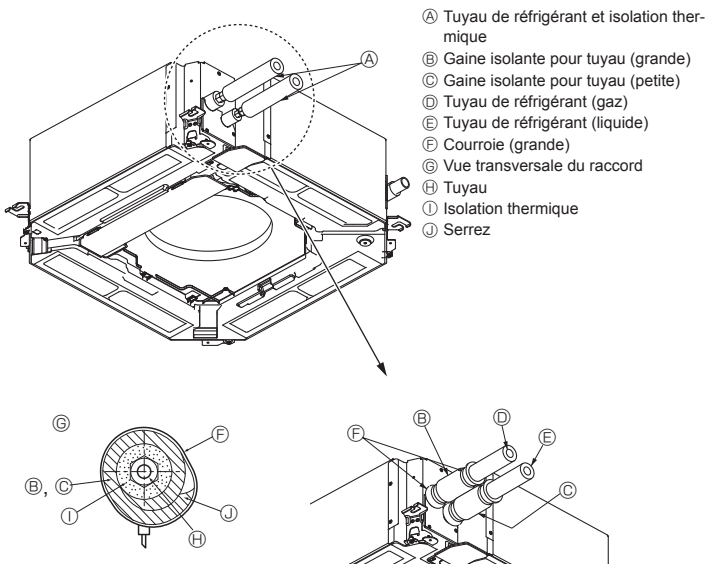

Fig. 3-2
3.2. Appareil intérieur (Fig. 3-2)